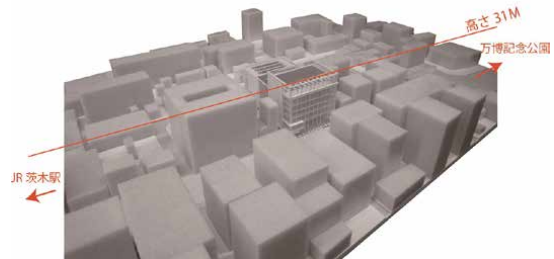

図1：スカイラインを揃えた建物計画
- JR茨木駅の駅前通りに面した敷地で周辺建物とスカイラインを揃えるため、建物高さを31mに抑え調和を図っている(図1)。東西両隣がマンションのため、東西面は最低限の開口部に留め、周辺建物との共存を図っている。また信用金庫の拠点である本店建物のため、敷地内で業務を継続しながら、愛着ある土地を離れずに建物の建て替えを行った。